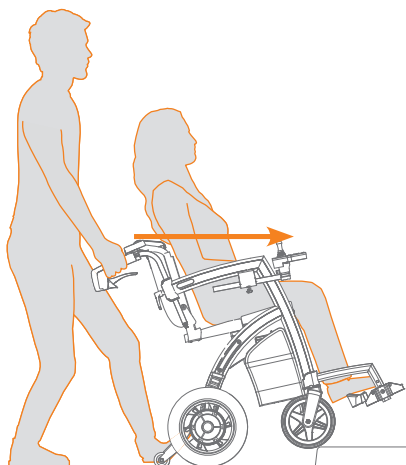

Figure 58: Passer d'une bordure à un trottoir.
- b. Tirez lentement le fauteuil roulant vers l'arrière pour que les roues des dispositifs d'aide à la bascule montent sur le bord du trottoir (figure 58). Faites marche arrière jusqu'à ce que toutes les roues aient grimpé le long du trottoir.
Pour passer d'une bordure à un trottoir (**Figure 58**):